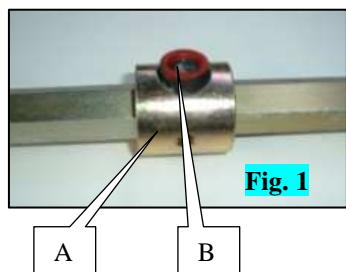
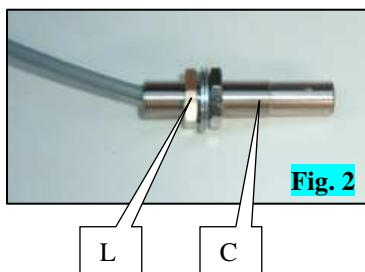

Fig. 1
Fig. 2
- **En sembradora NG+ y NX (antes de 2006)** quitar la tapa de la caja A (fig.1) y la distribución. Desmontar una rueda de control y un disco así como el descenso de granos de plástico negro. Montar el nuevo descenso B (fig.2) ref. 7079.a (gancho abajo, eje más pasador arriba).
- **En sembradora NG+ y NX (a partir de 2006)** quitar la tapa de la caja A (fig. 1) y la distribución. Retirar la placa de protección I (Fig. 6) fijada en la caja
- **En sembradora NC,** bajar la reja. - Quitar la tapa de la caja A (fig. 1) y la distribución. Montar la célula C (fig. 3, 4 y 5) con los dos tornillos de cabeza ranurada D (fig. 3, 4 y 5).
- **En sembradora NG+ y NX** montar la solapa protectora E (fig. 1 y 5) ref. 6240 en la tapa de la caja de distribución con los tornillos de cabeza hexagonal F (fig. 1 y 5) sin olvidar la placa G (fig. 1 y 5) ref. 6241.
- **Nei modelli di seminatrice NG+ e NX, (immatricolati prima del 2006)** rimuovere il coperchio della scatola A (fig.1) e la distribuzione. Smontare una ruota di calibro, un disco e la discesa di semi in plastica nera. Montare la nuova discesa B (fig.2) ref. 7079.a (gancio in basso, asse più copiglia in alto).
- **Nel modello di seminatrice NC, (immatricolati dal 2006)** abbassare il vomere. Rimuovere il coperchio della scatola A (fig. 1) e la distribuzione. Rimuovere la lamiera di protezione I fissata sulla scatola (Fig.6)
- **Nei modelli di seminatrice NG+ e NX,** montare la bavetta di protezione E (fig. 1 e 5) ref. 6240 sul coperchio della scatola di distribuzione con le viti a testa esagonale F (fig. 1 e 5) senza dimenticare la lamiera (fig. 1 e 5) ref. 6241.
- Coller les 2 aimants B sur la noix A (fig. 1) si cela n'est pas déjà fait.
- Ajuster la position du capteur à l'aide des deux écrous de blocage L (fig. 2) de telle sorte que **le bout d'un capteur se trouve à environ 5 mm de l'aimant.** (Une fois branchée et sous tension, un voyant s'affiche à l'écran de la console à chaque passage d'un aimant devant le capteur).